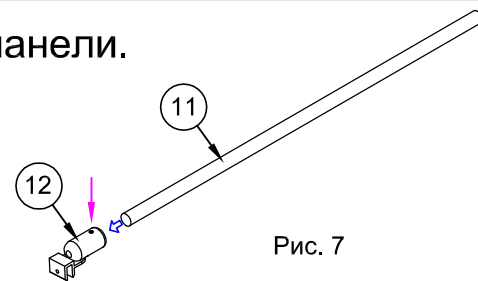

Рис. 7
3.1. Соединить крепление штанги - стекло №12 со штангой №11. Шестигранным ключом закрутить винт и зафиксировать держатель стекла на штанге (рис.7).